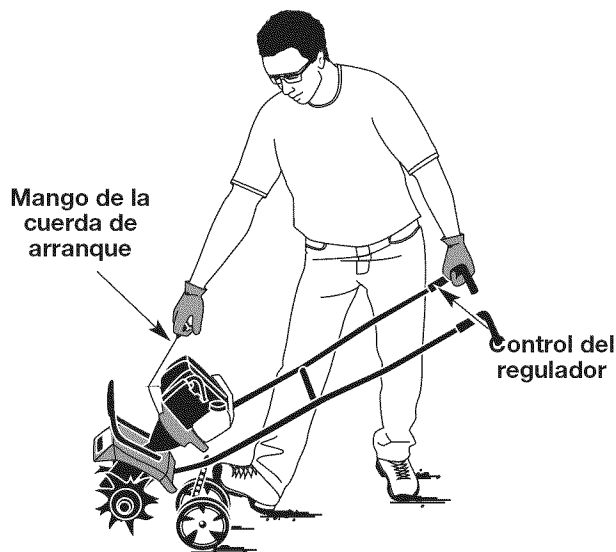

Fig. 12
**ADVERTENCIA:** Evite los arranques accidentales. Colóquese en posición de inicio cuando tire de la cuerda de arranque (Fig. 12). El operador y la unidad deben estar en una posición estable al arrancar la unidad para evitar graves lesiones personales.
6. Sostenga el regulador y la agarradera con una mano y agarre el cordón de arranque con la otra mano. Use el pie para aguantar el cultivador (Fig. 12).